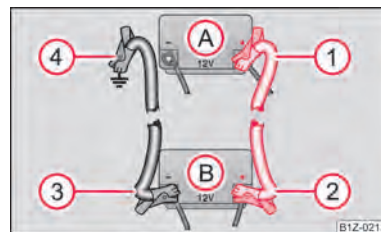

Fig. 171 Ayuda de arranque con la batería de otro vehículo: A - batería descargada del vehículo, B - batería auxiliar
- Conecte un extremo ① ⇒ fig. 171 al polo positivo de la batería descargada (A).
- Conecte el otro extremo ② al polo positivo de la batería auxiliar (B).